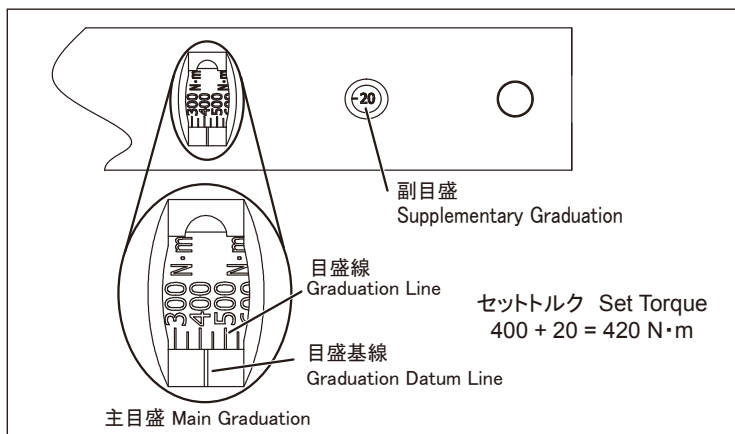

図 12 Fig.12
2. セットトルク値は図 12 のように読み取ります。図 12 では $420\text{N}\cdot\text{m}$ となります。
2. Setting torque value can be read as Fig.12. It is $420\text{N}\cdot\text{m}$ in Fig.12